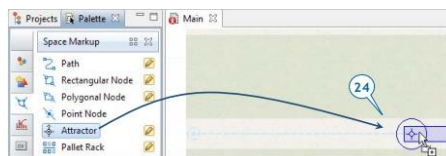

Рисунок 13.15 – Атрактор у приймальну станцію
24. Щоб забезпечити правильне розташування піддонів у вузлі мережі *receiveDock*, відкрийте палітру *Space Markup* і перетягніть атрактор у *receiveDock*. Нехай він буде повернутий на вхід (рис. 13.15).